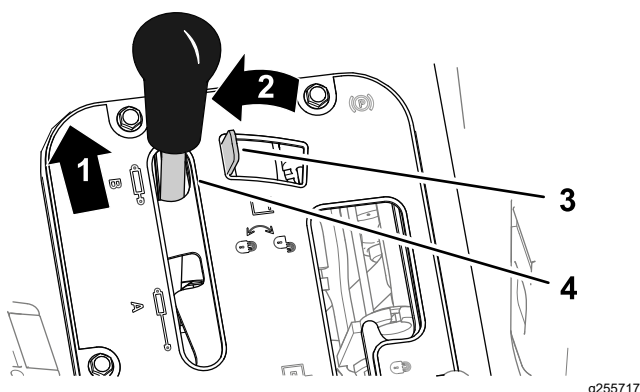
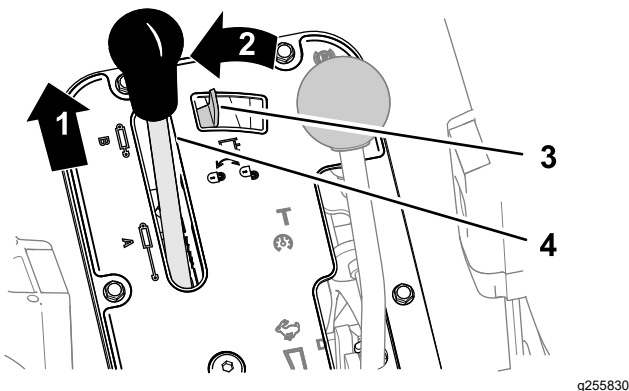

Bild 89
Bild 90
1. Drücken Sie den Hydraulikhubhebel nach vorne (Bild 89 oder Bild 90).
2. Schieben Sie die Hydraulikhubsperr nach links, um die Sperre zu aktivieren (Bild 89 oder Bild 90).